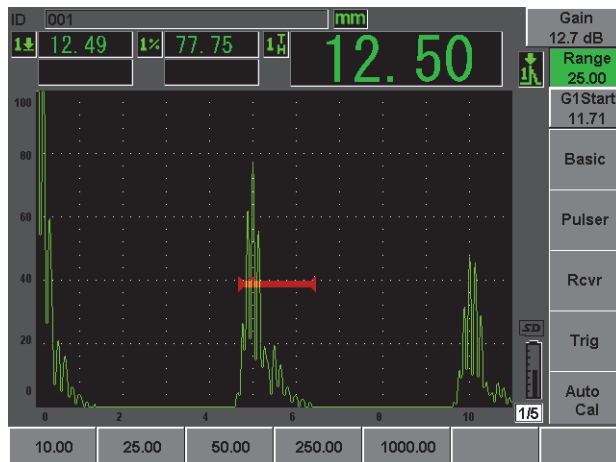

Abbildung 2-17 Einstellen des Bereichs
16. Taste **[RANGE]** (Bereich) drücken und den Bildschirmbereich wie gewünscht einstellen (siehe Abbildung 2-17 auf Seite 47).